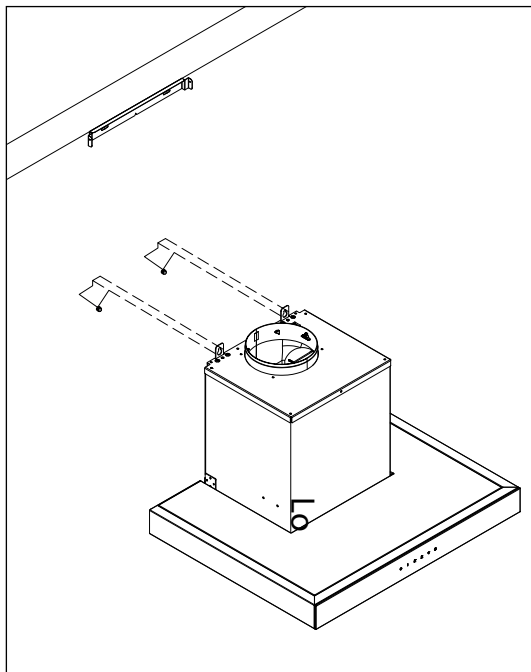

Fig. 5
3.- Cuelgue la campana en los tornillos fijados en los orificios A y B, dejando una separación de 5 mm. respecto de la pared. Engánchela pasando los tornillos a través de los orificios correspondientes. Nivele la campana con la ayuda de un nivel de burbuja en la posición de colgado (**Fig. 5**).